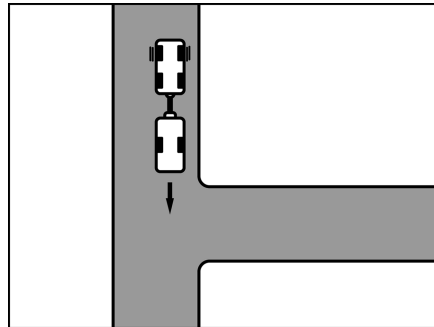

Bild 10 Start
- Kör mot infarten så långt att husvagnens bakdel befinner sig ung. framför infarten (Bild 10).